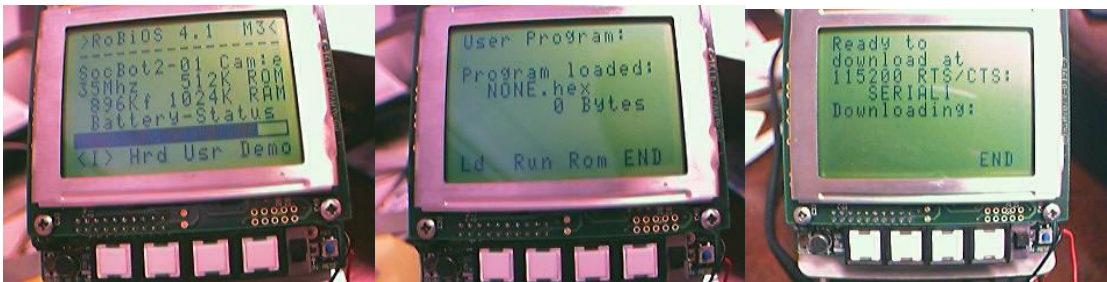

Figura 8. a) pantalla de inicio, b) gestor de programas c) descarga
1) Volveremos a la pantalla de inicio pulsando **END** repetidas veces (figura 8.a). Pulsaremos el botón **Usr** y accedemos a la gestor de programas (figura 8.b). Tenemos tres opciones **Ld**, **Rur** y **Rom**. Para descargar un programa por el puerto serie en memoria RAM pulsaremos el botón **Ld**, (figura 8.c)